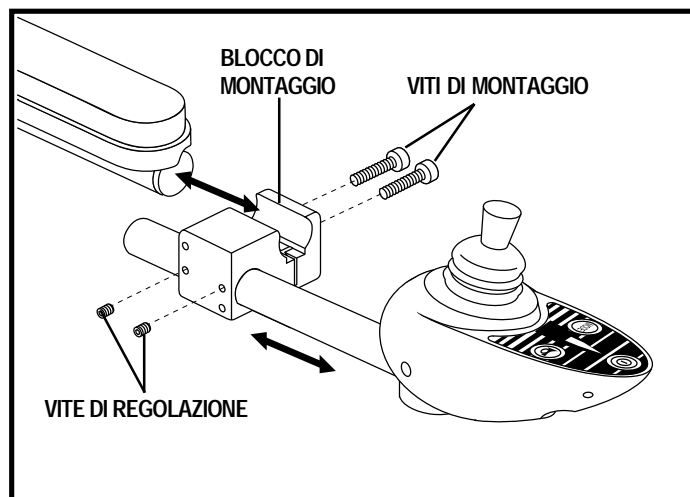

Figura 15. Installazione centralina nel blocco di montaggio
4. Allentare le viti di montaggio nel blocco di montaggio. Vedere figura 15.